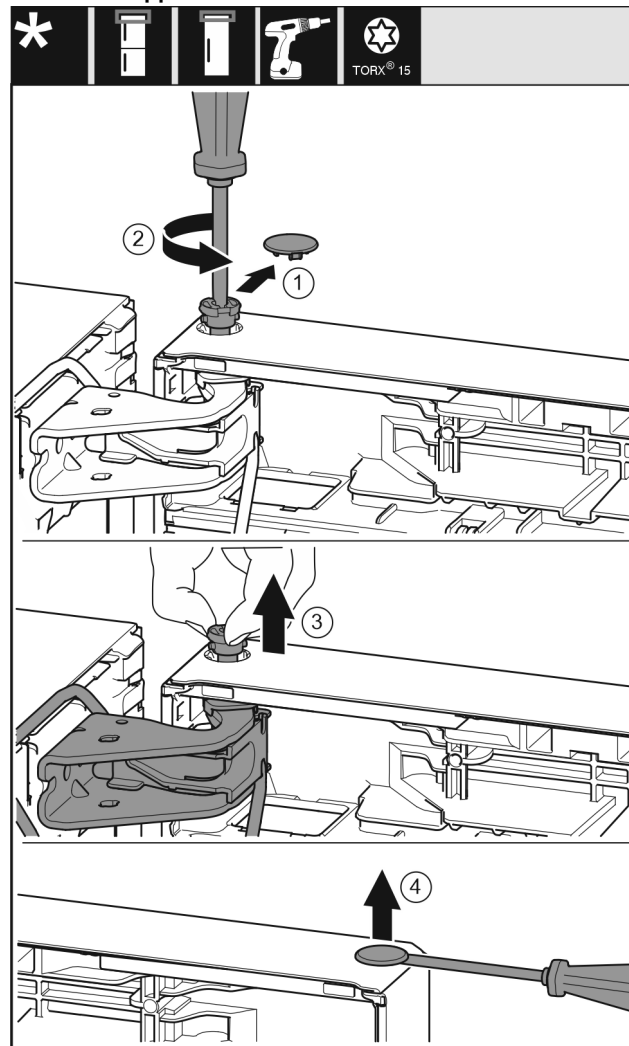

Fig. 22
- ▶ Enlever délicatement le cache de sécurité. *Fig. 22 (1)*
- ▶ Dévisser légèrement le boulon avec un tournevis T15. *Fig. 22 (2)*
- ▶ Tenir fermement la porte et sortir le boulon avec les doigts. *Fig. 22 (3)*
- ▶ Soulever délicatement le bouchon en dehors de la douille de palier de porte avec un tournevis plat et le sortir. *Fig. 22 (4)*